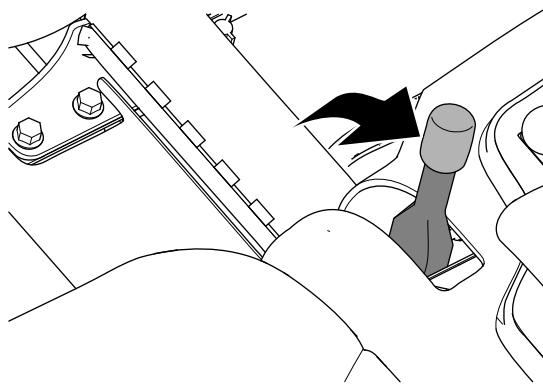

Рисунок 28
2. Включите стояночный тормоз (Рисунок 28).